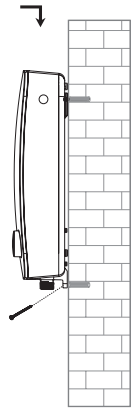

Figura 5. Fijación en pared.
6. Coloca el Calentador en la pared y fija el tornillo, ver Figura 5.